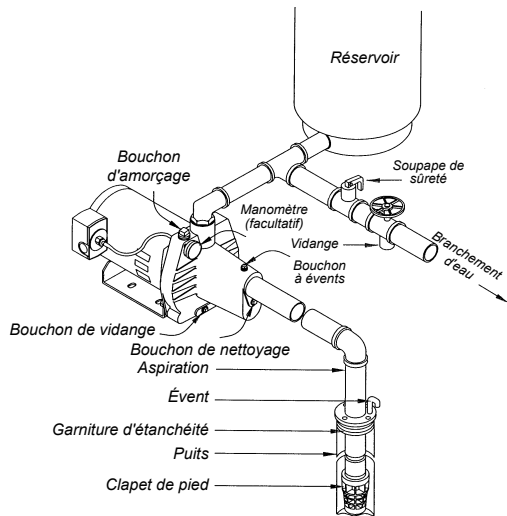

Fig.2a Puits peu profond (AVEC CLAPET DE PIED)
- Branchement d'eau:** Il faudrait raccorder le branchement d'eau comme l'indiquent les fig. 2a, b, c ou d. Le diamètre de la conduite de branchement d'eau est en rapport direct avec le volume d'eau requis et la longueur de la conduite elle-même. Le diamètre de la conduite choisie devrait être assez grand pour que la hauteur de la perte de charge (établie à l'aide du tableau 2, Diagramme de perte de charge) ne dépasse jamais plus de 20 pi. (6 m).